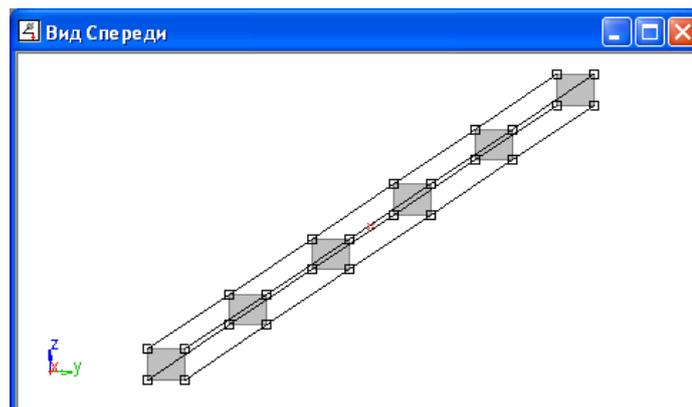

Рисунок 6.39
**Задание 3.** Умножьте конструкцию с числом секций равным 5 по образцу (рисунок 6.39)